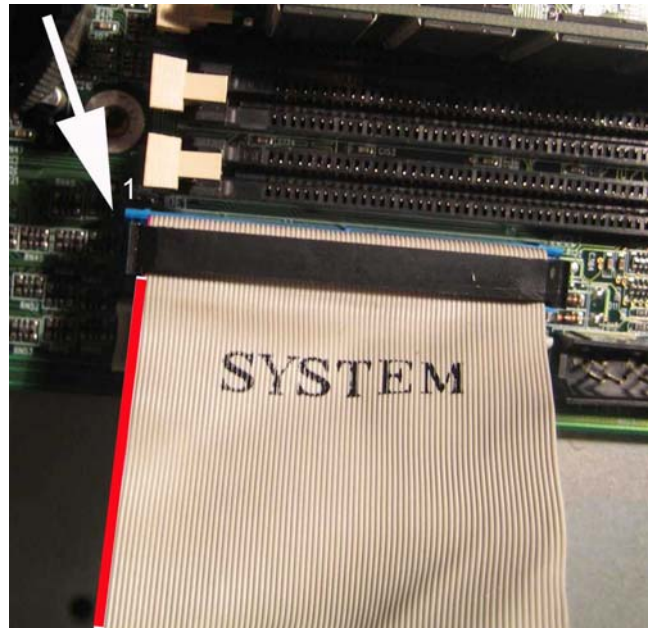

Abbildung 101: Rote Seite des IDE-Kabels muss in Richtung Pin1 angesteckt werden
3. Falls keine Einkerbungen am Port und kein Sporn am Stecker existiert, orientieren wir uns an **Pin 1** und der **roten Seite** des Flachbandkabels, siehe Abbildung 101. D.h. die rote Seite des Flachbandkabels muss in Richtung Pin 1 angesteckt werden.